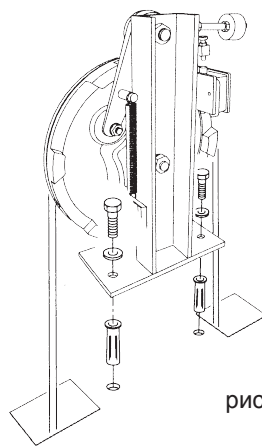

рис. 3
- Закрепите ограничитель скорости (рис. 3).
- Если используется носитель, сначала закрутите его на ограничитель скорости (рис. 3).